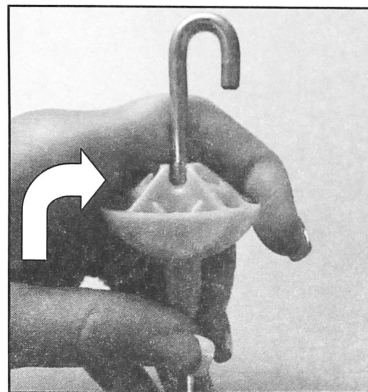

FIGURA 3
4. Dé vuelta la esfera de suspensión poniéndola hacia arriba. Vea la *Figura 3*.